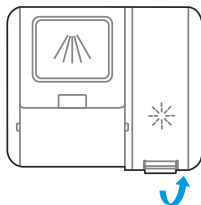

Fig. 1
1. Levante a trava para liberar a tampa do compartimento do líquido secante (Fig. 1).